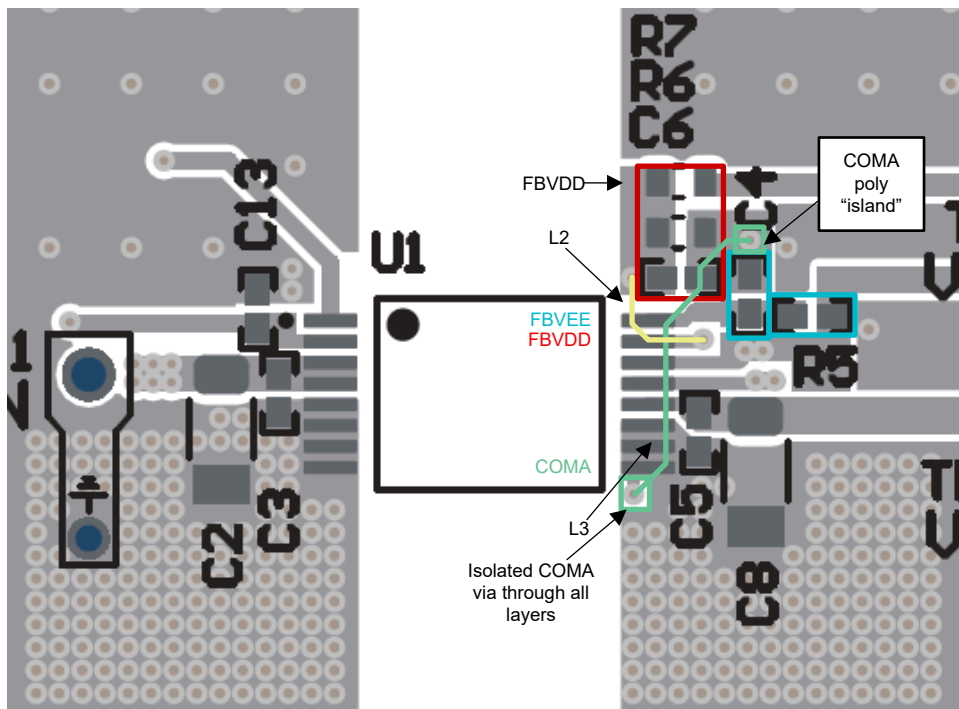

図 8-6. FBVDD (R6-7、C6)、FBVEE (R5、C4)、COMA 配線
- f. 図 8-6 にレイアウト例を示します。ここで、L2 (黄) はレイヤ 2 に配線され、L3 (緑) はレイヤ 3 に配線されています。